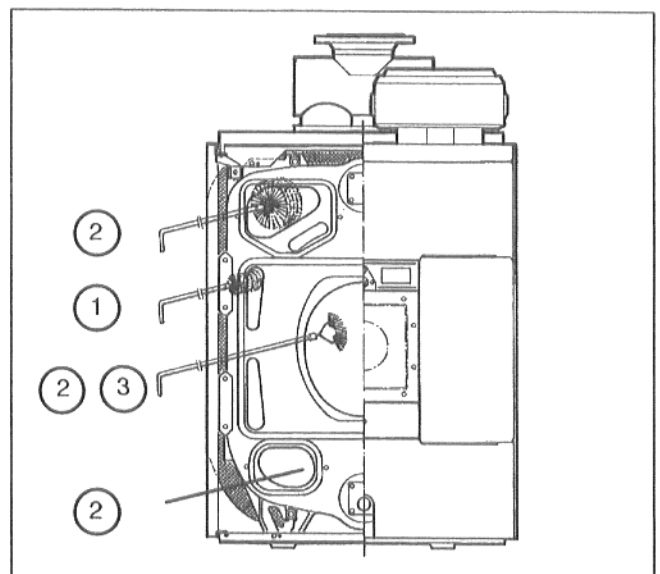

Abb. 63
- Obere Heizgaszüge von vorne mit der Reinigungsbürste 2 reinigen (Abb. 63).
- Mit der Reinigungsbürste 1 die vertikalen Heizgaszüge von vorne nach hinten reinigen (Abb. 63).
- Mit der Reinigungsbürste 3 die Brennraumrückwand und mit der Reinigungsbürste 2 den Feuerraum reinigen (Abb. 63).
- Die unteren, horizontalen Heizgaszüge von vorne und hinten mit der Reinigungsbürste 2 reinigen (Abb. 63).